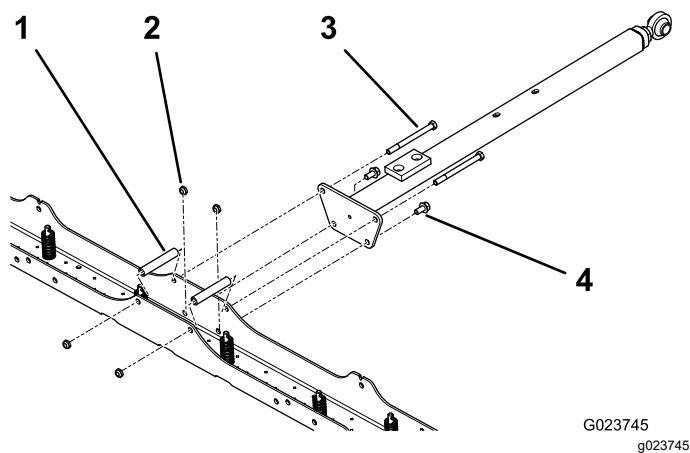

Figura 4
1. Allineando due distanziali lunghi con i fori per bulloni superiori nella piastra inferiore, utilizzate due dadi di bloccaggio (3/8 poll.) e due bulloni (3/8 x 4-1/2 poll.) per fissare la barra di traino alla piastra inferiore (Figura 4).